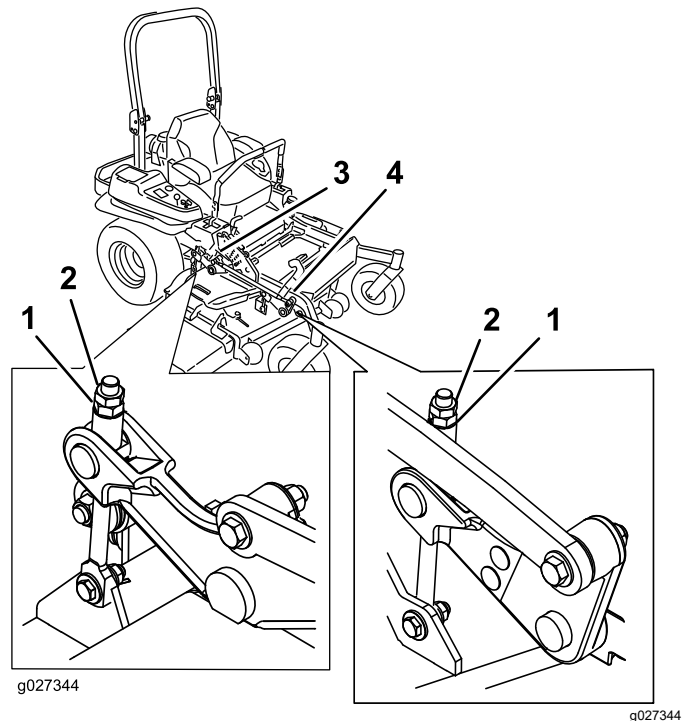

Figure 110
10. Ajustez précisément le serrage de l'écrou de réglage sur l'ensemble de levage du tablier avant (Figure 110).
16. Ajustez précisément la vis de réglage en la tournant jusqu'à obtention d'une hauteur de 8,3 mm (3¼ po) (Figure 110).